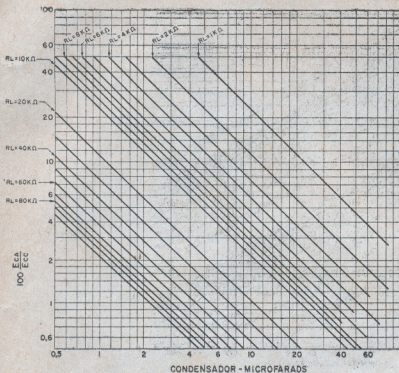

Figura 22
Entrando-se no gráfico da figura 22, com  $C = 20 \mu\text{F}$  e  $R_c = 2500$  ohms, teremos percentagem de ondulação  $\approx 4,5\%$ . Em seguida vamos verificar para a segunda seção (L1-C1), pois a ondulação que obtivemos acima (4,5%) corresponde a que teremos sobre o capacitor de entrada do filtro (C).